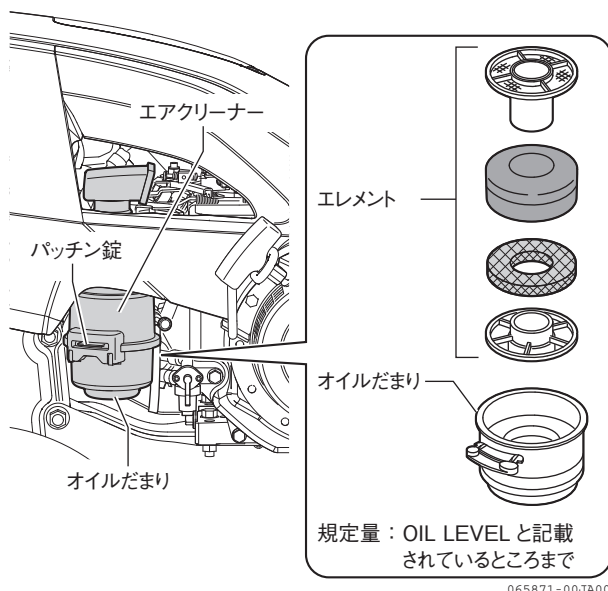

図 4-20 エアクリーナー
1. オイルだまりを固定している、パッチン錠を解除して、オイルだまりを外します。(図 4-20)
5. エレメントの上下方向を間違えないようにエアクリーナーへ入れ、オイルだまりを元通りに取り付けます。(図 4-20)